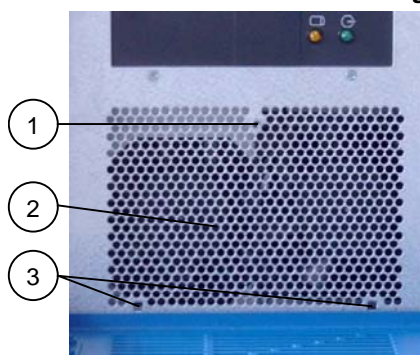
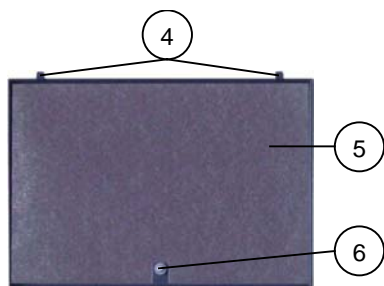

Abb. 26: Platzierung des Filtermattenhalters
Abb. 26a: Filtermattenhalter mit Matte
6. Nach dem Reinigen und Trocknen der Filtermatte legen Sie diese in den Filtermattenhalter. Stecken Sie den Filtermattenhalter zurück auf die Frontseite des Gehäuses (siehe Abb. 26, Pos. 3 und Abb. 26a, Pos. 4).